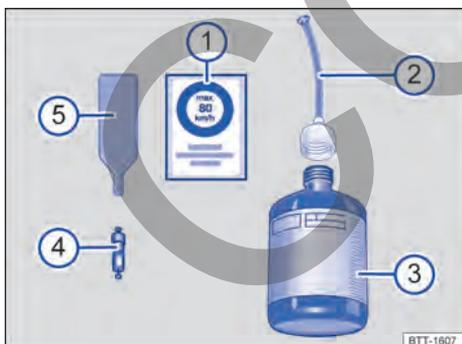

Fig. 215 Representación esquemática: componentes del kit reparapinchazos.
- ① Adhesivo con la indicación de velocidad "max. 80 km/h" o "max. 50 mph"
- ② Tubo de llenado con tapón
- ③ Botella de sellante
- ④ Obús de repuesto para válvula
- ⑤ Desmontaobuses
El desmontaobuses → fig. 215 ⑤ lleva en el extremo inferior una ranura para el obús de la válvula. Solo así se puede desenroscar y volver a enroscar el obús de la válvula del neumático. Esto también vale para el obús de repuesto ④.
2. Desenrosque el obús de la válvula con el desmontaobuses → fig. 215 ⑤ y deposítelo sobre una superficie limpia.
3. Agite energícamente la botella de sellante → fig. 215 ③ varias veces.
4. Enrosque fijamente el tubo de llenado → fig. 215 ② en la botella de sellante en el sentido de las agujas del reloj. El precinto de la boca de la botella se perfora automáticamente.
5. Retire el tapón del tubo de llenado → fig. 215 ② e introduzca el extremo abierto en la válvula del neumático por completo.
8. Enrosque nuevamente el obús en la válvula del neumático con el desmontaobuses → fig. 215 ⑤.